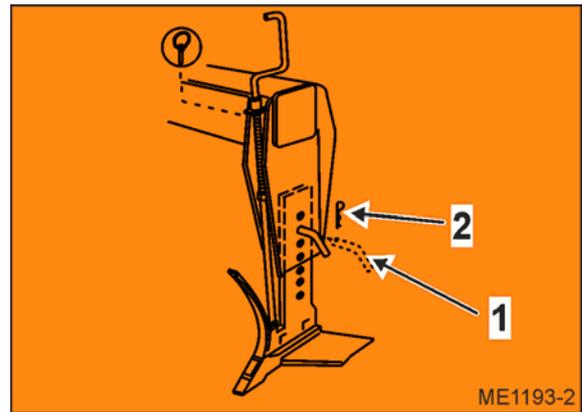

図 29
6. ピン (図 29/1) を差し込み、Rピン (図 29/2) で固定します。